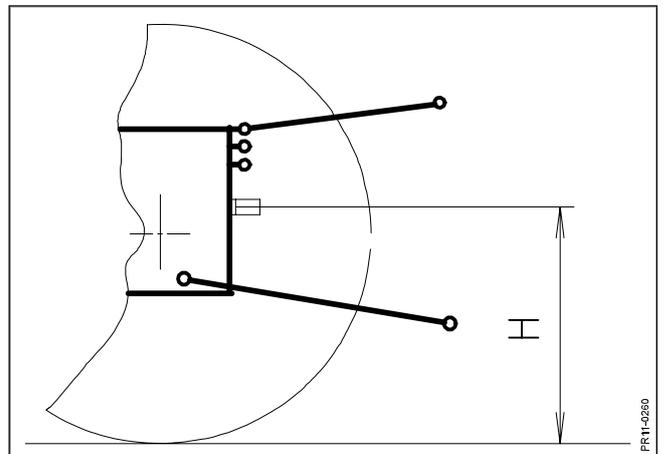

Fig. 2-6
- Fig. 2-6** 1) Die Höhe **H** der Zapfwelle des Schleppers über dem Boden messen.